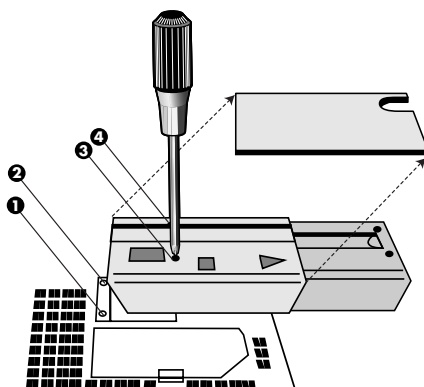

Figure S.2
4. Enlevez le couvercle des câbles. Enlevez les 4 vis fixant le moniteur au support et retirez l'ensemble support (figure S.2). Vous pouvez à présent modifier le montage du moniteur.